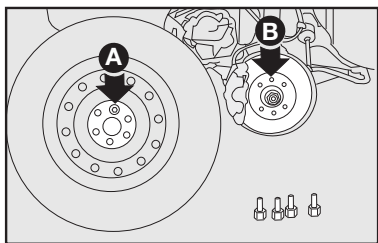

fig. 8
6) Montar a roda sobressalente, encaixando os furos **A-fig. 8** com os respectivos pinos **B**;